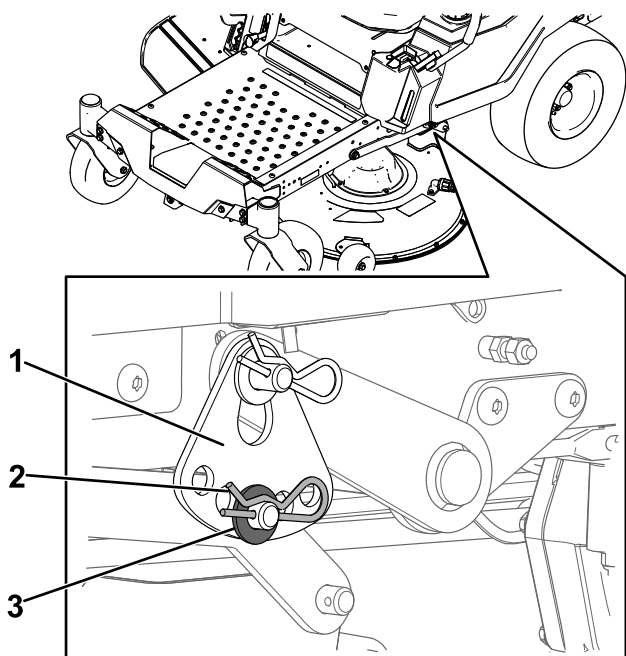

Figure 61
6. Retirez la goupille fendue et la rondelle de l'axe inférieur du bras de levage (**Figure 61**).